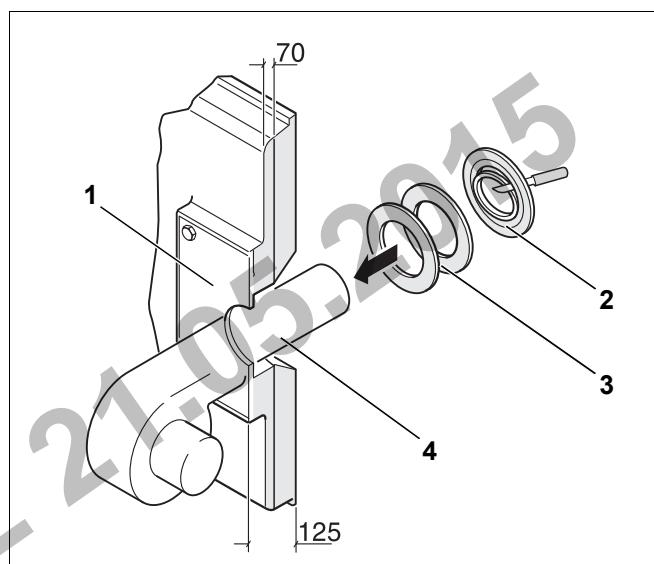

Рис. 28 Монтаж горелки
- ▶ В пластине под горелку (рис. 28, [1]) просверлите или вырежьте автогеном отверстие, соответствующее диаметру трубы горелки ( $\varnothing$  макс. 270 мм).
- ▶ Вырежьте изолирующие кольца в соответствии с диаметром трубы горелки (рис. 28, [2]).
- ▶ Уложите в щель между теплоизоляцией дверцы горелки и трубой горелки (рис. 28, [4]) соответствующие изолирующие кольца (рис. 28, [3]).